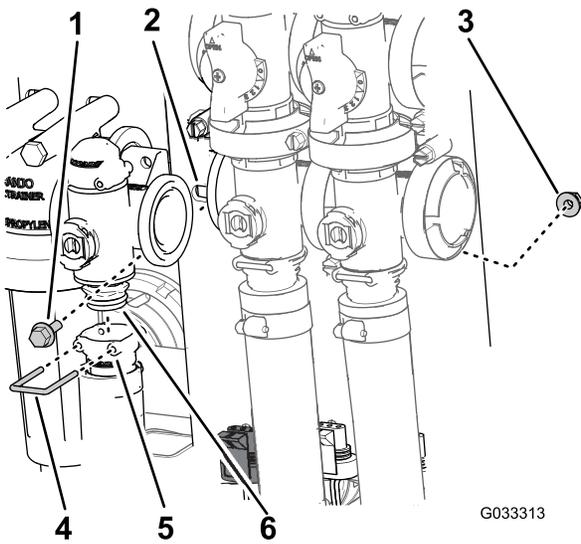

图 69
2. 拆下将出口接头固定至喷洒率控制阀歧管的卡环图 69。
3. 卸下将喷洒率控制阀固定至阀安装座的 2 个凸缘头螺栓和 2 个凸缘锁紧螺母然后从机器中拆下阀歧管图 69。